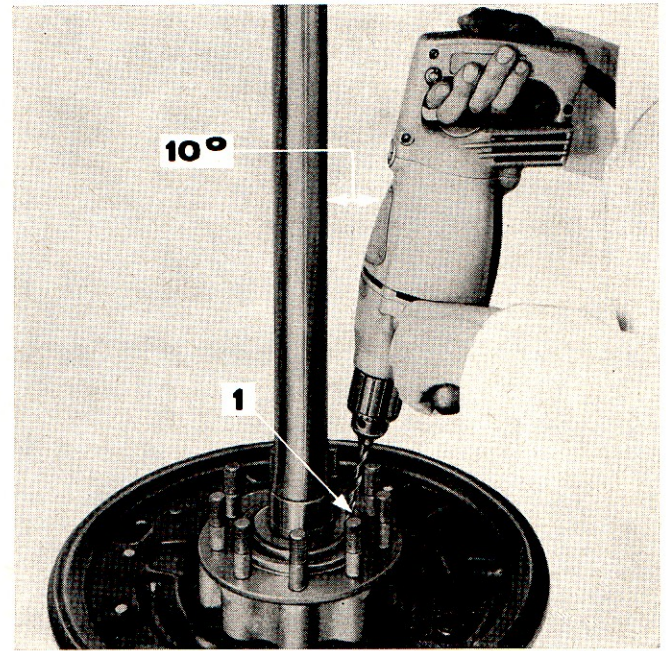

Figure 9: Perçage du collier d'arbre de roue
- b. Percer en ce point un trou de guidage de 9,53 mm sous un angle d'environ 10° par rapport à la verticale (Figure 9). L'accélération de la perceuse indique que le foret touche le roulement.